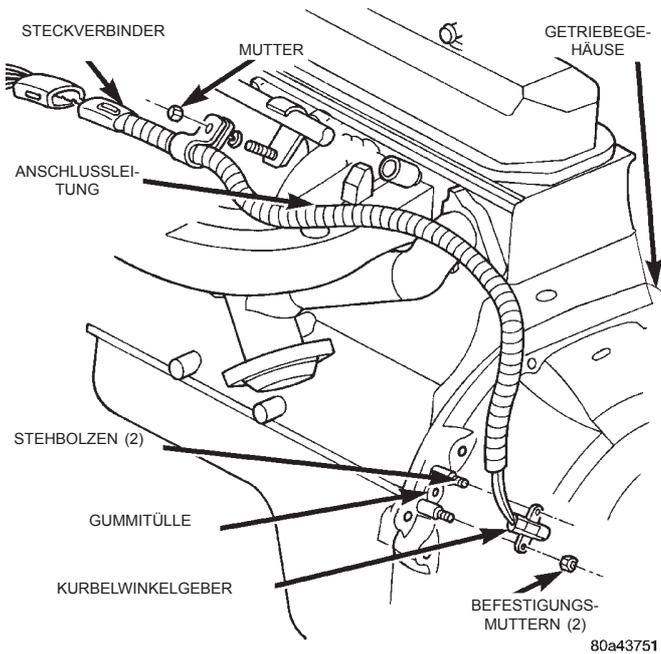
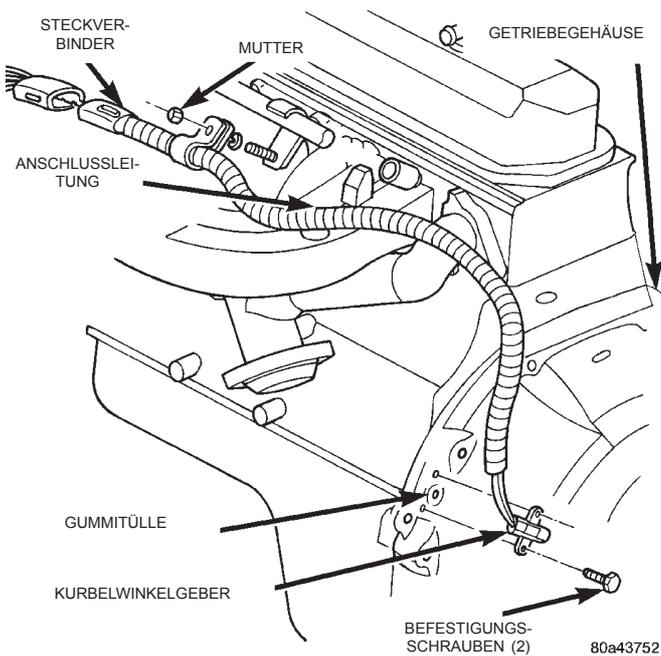

Abb. 7 Kurbelwinkelgeber — 2.5L-Motor
Abb. 8 Kurbelwinkelgeber — 4.0L-Motor
(9) Je nach Ausstattung die Kabelbäume an Getriebe und Verteilergetriebe lösen.
(10) Je nach Ausstattung den Entlüftungsschlauch des Verteilergetriebes abziehen.
(11) Je nach Ausstattung die Steckverbinder von allen Bauteilen an Getriebe oder Verteilergetriebe abziehen.
(12) Je nach Ausstattung das Verteilergetriebe mit einem Getriebeheber abstützen.
(13) Je nach Ausstattung das Verteilergetriebe mit Sicherheitsketten am Getriebeheber befestigen.
(14) Je nach Ausstattung das Schaltgestänge für die Bereichswahl am Verteilergetriebe lösen.
(15) Je nach Ausstattung die Befestigungsmuttern lösen, mit denen das Verteilergetriebe am Getriebe befestigt ist.
(16) Je nach Ausstattung das Verteilergetriebe ausbauen.
(17) Den Kurbelwinkelgeber ausbauen (Abb. 7), (Abb. 8).